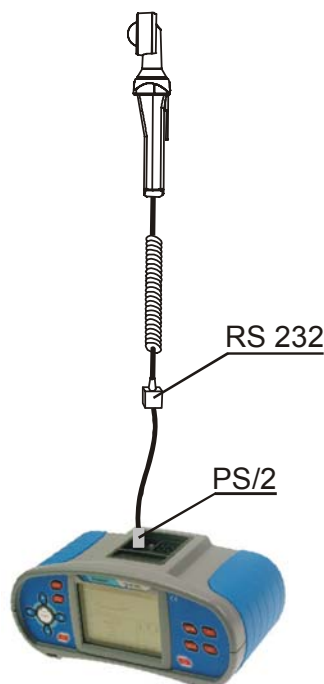

Рисунок 5.42 – Подключение люксметра к прибору
- ❑ Подключите щуп к прибору (см.рис. 5.42).